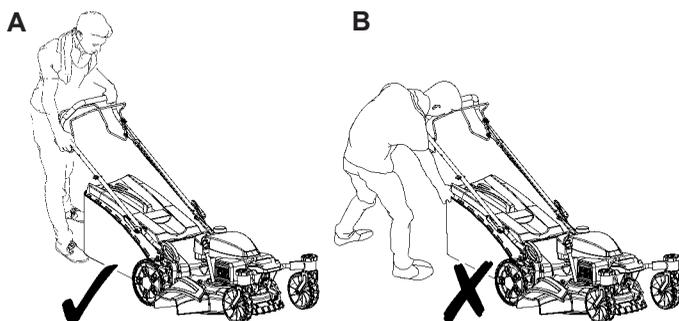

Рис. 24
**ПРЕДУПРЕЖДЕНИЕ!** Исходное положение должно соответствовать описанию в руководстве по эксплуатации. На рис. 24 А показано заданное исходное положение. Оператор должен запускать двигатель, находясь позади верхней ручки косилки (2). Нельзя запускать двигатель, стоя сбоку от косилки, как показано на рис. 24 В.